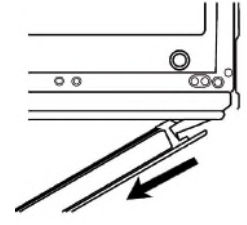

Fig. 3
3. Retirez la porte en la tirant vers le haut pour la libérer de ses charnières (figure 3).